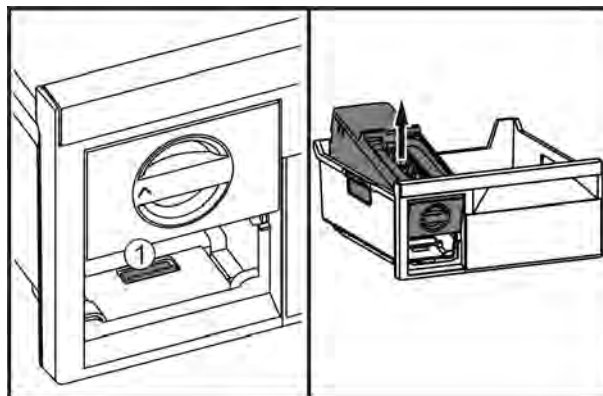

Fig. 39
- ▶ Нажать на накладку Fig. 39 (1), EasyTwist-Ice поднять сзади и вынуть из выдвижного ящика морозильника.